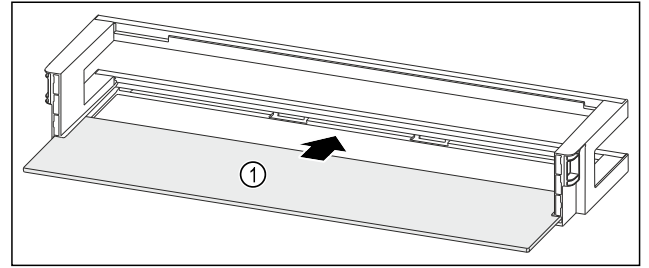

Fig. 52 Oviteline säilytyshyllyn kanssa
- ▶ Työnnä säilytyshylly Fig. 52 (1) sivuilla oleviin koloihin.